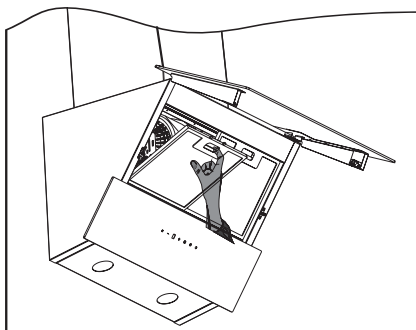

Abb. 9: Metallfettfilter entnehmen, bzw. einsetzen
- Griffleiste des Metallfettfilters nach unten drücken (⇒ Abb. 9).
- Zum Wiedereinsetzen den trockenen Metallfettfilter unten mit den Laschen einsetzen, Griffleiste drücken, Filter nach hinten in den Rahmen einsetzen und Griffleiste loslassen, damit der Filter in den Rahmen einrastet (⇒ Abb. 9).